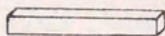

Fig. No. 3 (4)
**Parales:** estos reciben o se clavan con los dos cuadros, superior e inferior. Medidas: 40 cms largo (figura No. 3).